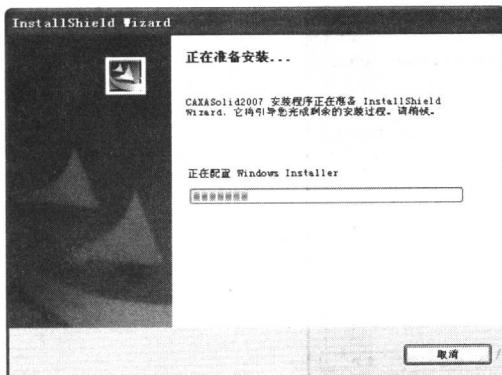
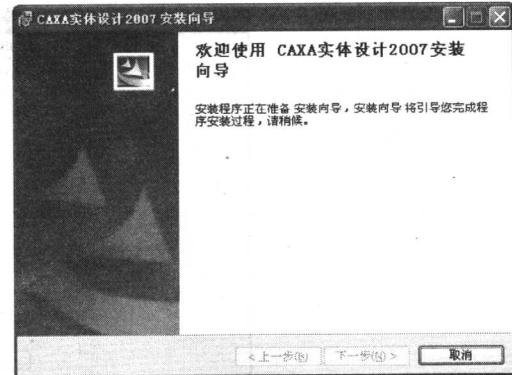

图 1-2 【正在准备安装】界面
图 1-3 【欢迎使用 CAXA 实体设计 2007 安装向导】界面
(2) 选择中文（简体），单击【确定】按钮进入【正在准备安装】界面，如图 1-2 所示。然后进入【欢迎使用 CAXA 实体设计 2007 安装向导】界面，如图 1-3 所示。